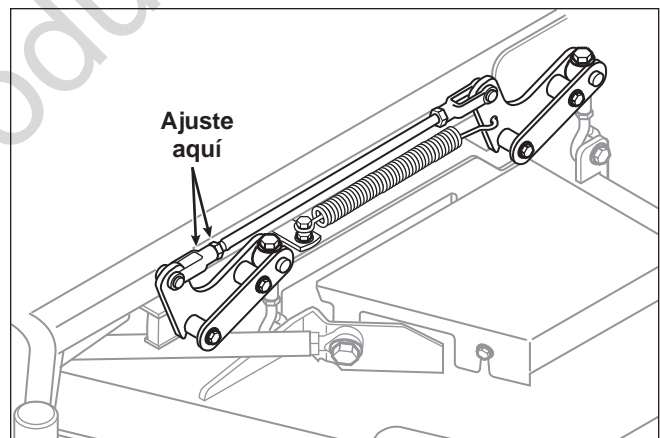

Figura 44. Ajustar sincronización del brazo elevador
7. Consulte la Figura 44. Para ajustar la barra elevadora, suelte la contratuerca en la horquilla frontal y luego retire el pasador de horquilla de 1/2 de pulg. que sujeta la horquilla al brazo de los pivotes elevadores. Gire la horquilla **en el sentido de las agujas del reloj** para hacer que los pivotes de la barra giren hacia atrás. Gire la horquilla **en el sentido contrario al de las agujas de reloj** para hacer que los pivotes de la barra giren hacia delante. Vuelva a instalar la horquilla en el brazo de los pivotes elevadores y fíjela con el pasador de horquilla de 1/2 de pulg. que se retiró anteriormente. Apriete la contractuerca en la horquilla.